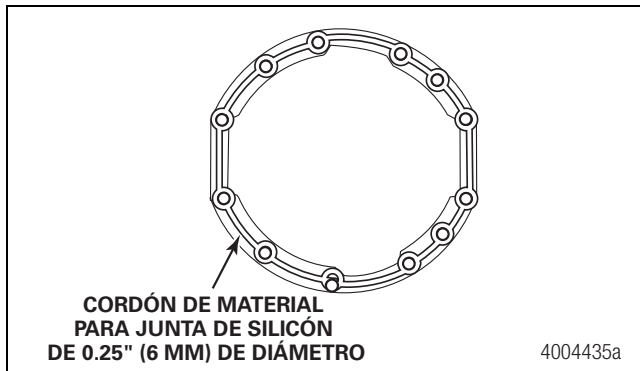

Figura 4.15
10. Aplique un cordón de 0.25 de pulgada (6 mm) de material para juntas Loctite® 5699 a la superficie de la caja. No utilice los productos de silicón ThreeBond 1216E. Figura 4.15.